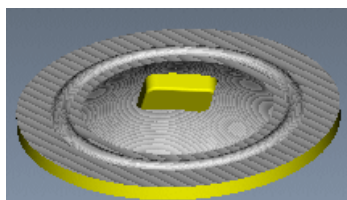

图 19.4.31 NC 检查结果
Step5. 在^{▼ PLAY PATH (播放路径)}菜单中选择^{NC Check (NC 检查)}命令，系统弹出“VERICUT 7.1.2 by CGTECH”窗口。单击[▶]按钮，观察刀具切割工件的运行情况，仿真结果如图 19.4.31 所示。